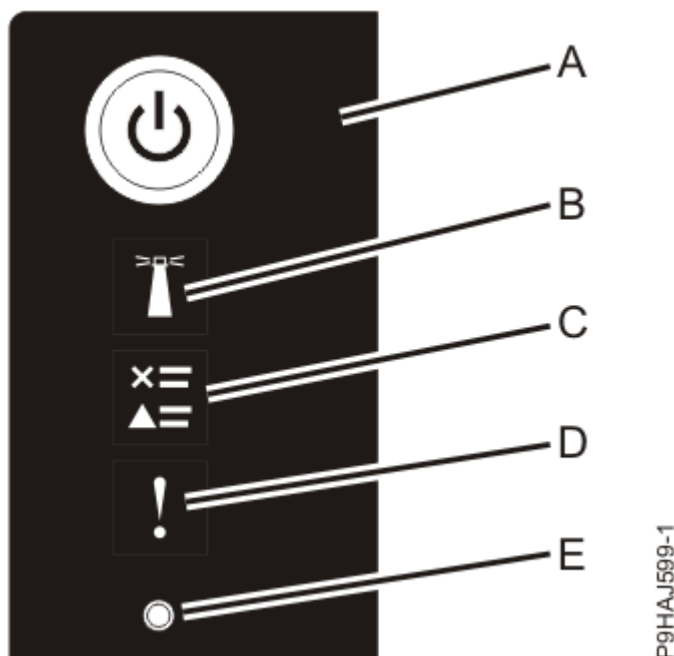

Abbildung 28. Anzeigen der Steuerkonsole
3. Drücken Sie den Netzschalter **(A)** auf der Steuerkonsole (siehe Abbildung 28 auf Seite 35).